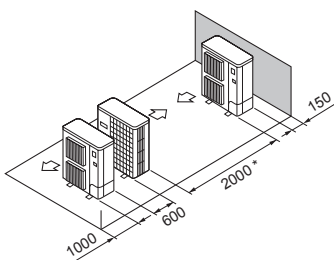

Fig. 2-17
- ⑤ Plassering av enkel parallellenheter (Fig. 2-17)